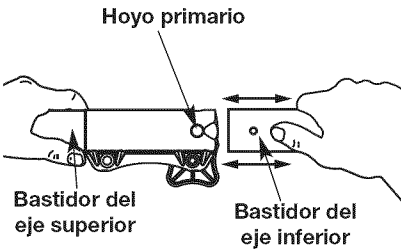
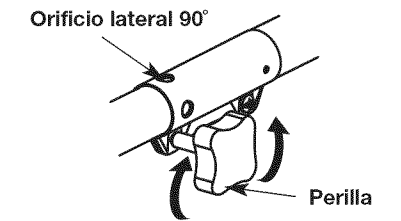

Fig. 6
Fig. 7
1. Gire la perilla en sentido antihorario para aflojarla (Fig. 7).
3. A la vez que sujeta la caja del eje superior, tire del accesorio de corte o cualquier otro accesorio recto hacia afuera del acoplador Convertible™ (Fig. 6).
**PRECAUCIÓN:** Antes de operar esta unidad, cerciórese de que el botón de liberación esté completamente encajado en el orificio principal (Fig. 6) y de que la perilla de ajuste (Fig. 7) esté firmemente apretada.
**NOTA:** La alineación del botón de desconexión con el hueco de guía facilitará la instalación (Fig. 6).
3. Gire la perilla en sentido horario para ajustarla (Fig. 7).
Para realizar recortes decorativos con el accesorio de corte de cabezal de línea u otro accesorio, trabe el botón de desconexión del accesorio de corte u otro accesorio en el interior del agujero de 90° (Fig. 7).